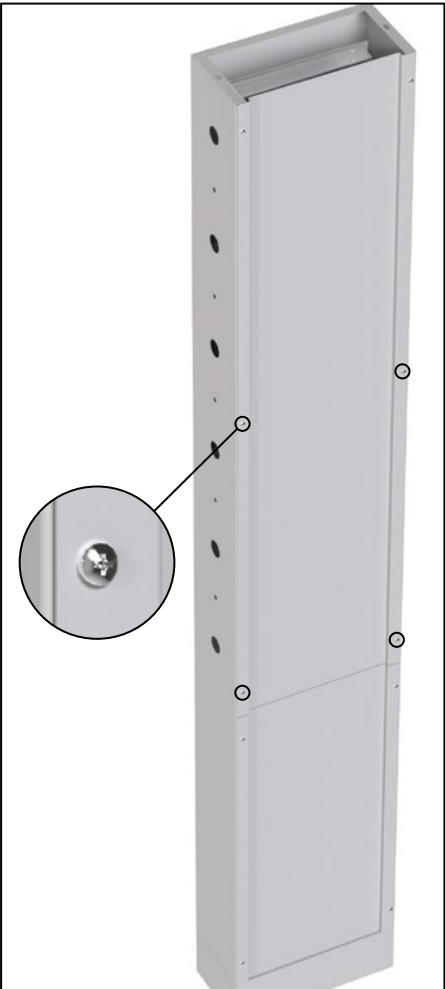
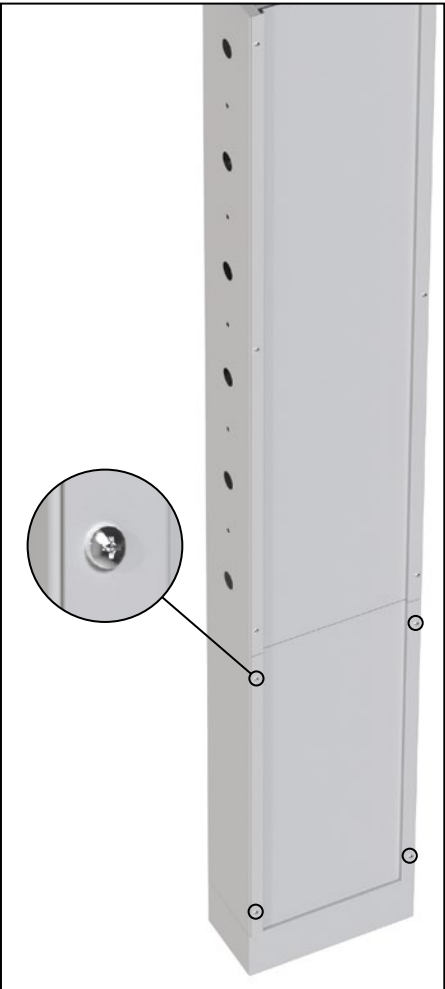
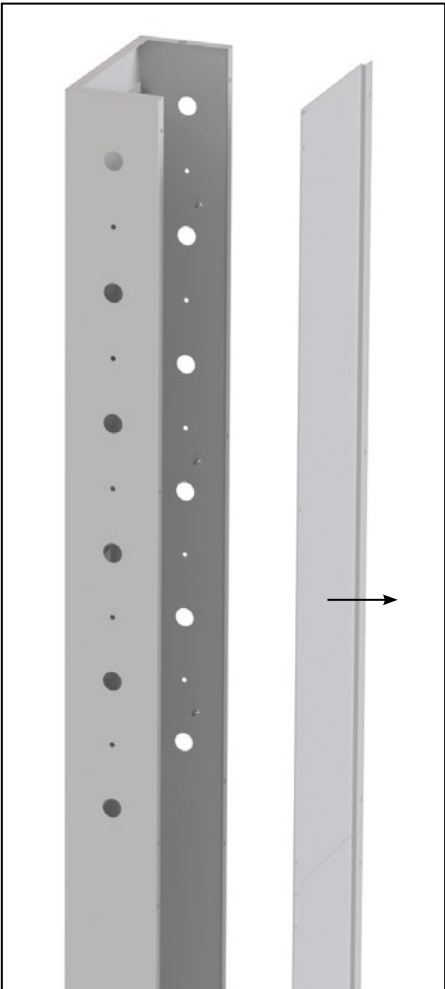

Рис. 30
Рис. 31
Рис. 32
- 2.2. Вывернуть 6 винтов М4×16 у верхней панели (рис. 30) и 4 винта у нижней панели (рис. 31) и снять панели фасадные (рис. 32). Винты сохранить.